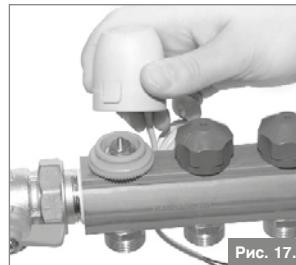

Рис. 17.
4. Установить сервомотор на адаптере и повернуть на произвольный угол в зависимости от необходимости (рис. 17).